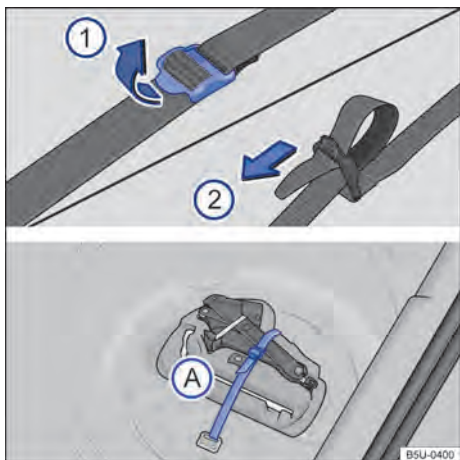

Fig. 177 No compartimento de bagagem: cinta de fixação da caixa de ferramentas e caixa de ferramentas de bordo.
Para soltar a cinta de fixação → **Fig. 177** (A), puxar a fivela no sentido da seta ①.